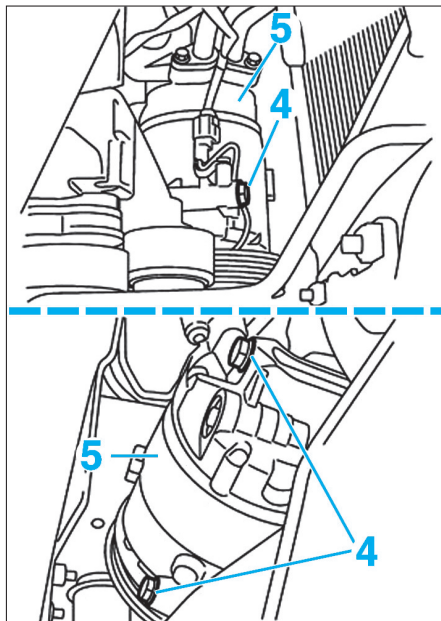

Fig. 7
- les vis (4) de fixation du compresseur de climatisation (5) (Fig.7),